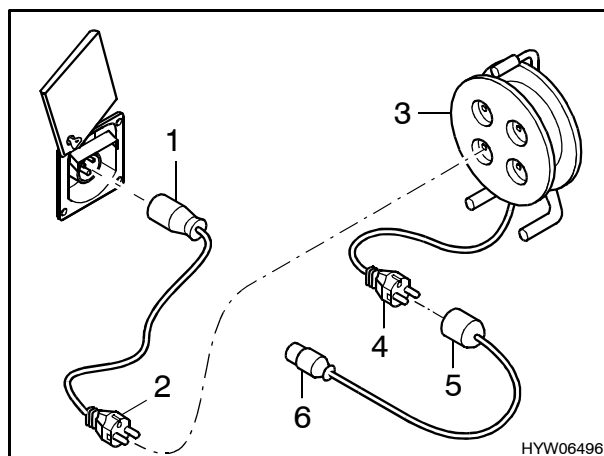

Fig. 62 Possibilità di collegamento per il collegamento a 230 V
- Ribaltare in alto la copertura (Fig. 62).
Giunto di collegamento CEE 17 con contatto di terra (Fig. 62,1) – spina con contatto di terra (Fig. 62,2).
Preso con contatto di terra (Fig. 62,3) – spina con contatto di terra (Fig. 62,4).
Giunto di collegamento con contatto di terra (Fig. 62,5) – spina CEE 17 con contatto di terra (Fig. 62,6).